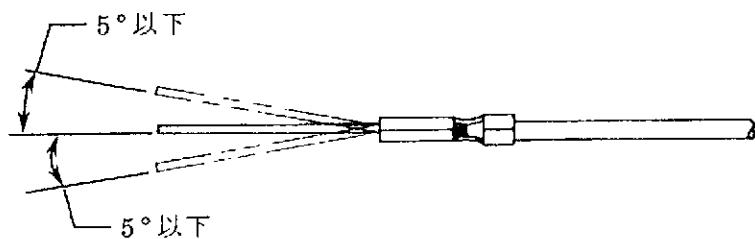

Fig. 4
B. 絶縁被覆むきした単線の上下への曲げは、Fig. 4 に示した限度以内であること。